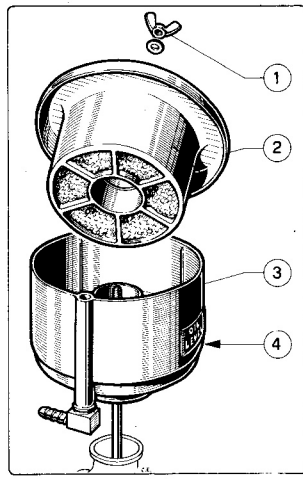

FIG. 8
- Svitare il dado 1) (Fig. 8), lavare l'elemento filtrante 2) immergendolo ripetutamente nel petrolio o nella nafta.